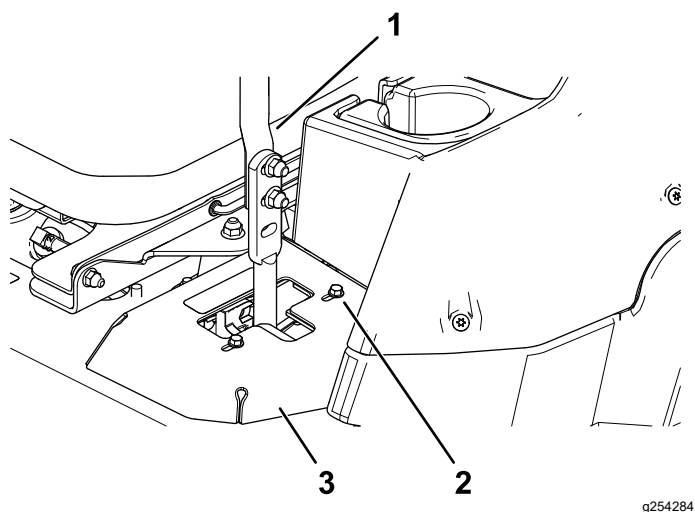

Figura 46
- Se la macchina tende a destra, allentate i bulloni e regolate la piastra di battuta sinistra spostandola indietro sulla fessura a T sinistra finché la macchina non procede in linea retta (Figura 46).
- Se la macchina tende a sinistra, allentate i bulloni e regolate la piastra di battuta destra spostandola indietro sulla fessura a T destra finché la macchina non procede in linea retta (Figura 46).
8. Serrate la piastra di battuta (Figura 46).